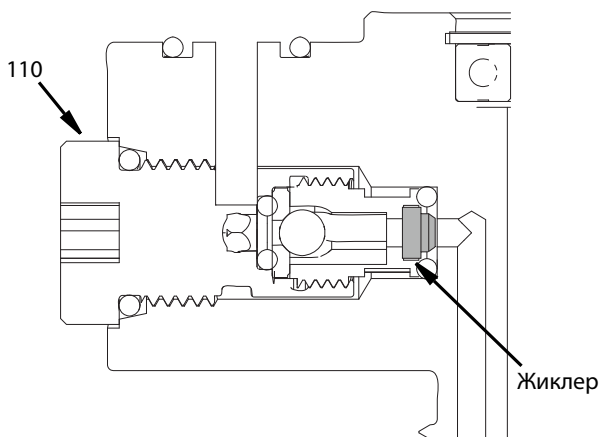

Рис. 11
1. Используя 5 мм шестигранный ключ, отсоедините корпус обратного клапана (110).
2. Вставьте жиклер в фиксатор обратного клапана, как показано на Рис. 11.